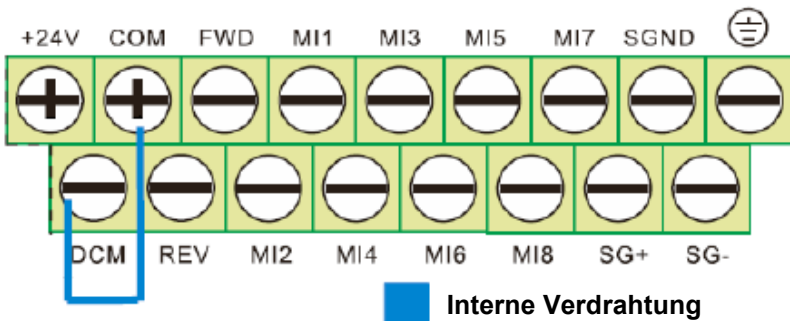

ABBILDUNG 4: manueller Betrieb - PNP-Anschluss (Standard)
Für den manuellen Betrieb müssen die Anschlüsse in Abbildung 4 **nach Trennen der Netzspannung hergestellt werden.**
**Die Wechselrichter werden standardmäßig mit den für manuellen PNP-Betrieb eingerichteten Anschlüssen geliefert (Abbildung 4). Den Deckel nach dem Anschluss anbringen und den Wechselrichter dann wieder mit Netzspannung versorgen.**